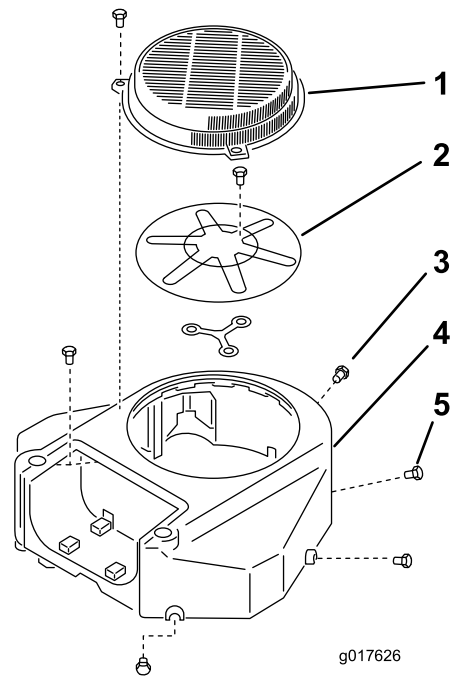

Figure 62
3. Enlevez la grille, la prise d'air et le boîtier du ventilateur (Figure 62).
5. Reposez la grille, la prise d'air et le boîtier du ventilateur (Figure 62).